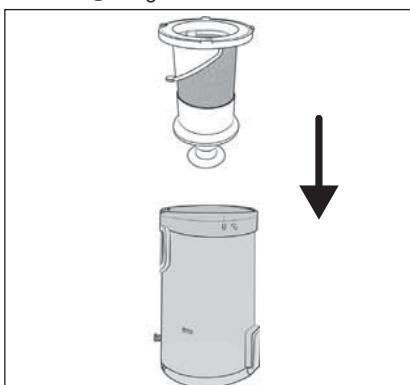

Abb. 26
- 6) Setzen Sie den EdelstahlfILTER **6** in den Schmutzbehälter **7** ein und drücken Sie ihn ganz nach unten (siehe Abb. 26). Achten Sie dabei auf die unterschiedlich großen Arretierungen am EdelstahlfILTER **6**. Der EdelstahlfILTER **6** kann durch diese Arretierungen nur in einer Position in den Schmutzbehälter **7** eingesetzt werden.